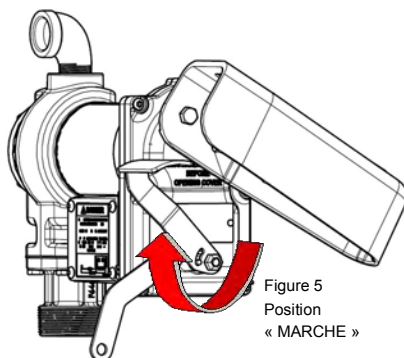

Figure 5
3. Connecter les fils de la pompe au secteur en respectant le schéma de câblage (page 11). S'assurer d'isoler correctement les connexions à l'aide de capuchons de connexion ou d'autres connecteurs appropriés. À noter que le fil de mise à la masse **DOIT** être connecté (la connexion du fil de mise à la masse est à l'intérieur de la boîte de jonction, voir Figure 5, page 11).
3. Amener le levier de commutation sur la position « MARCHE » pour mettre sous tension la pompe (Figure 5).